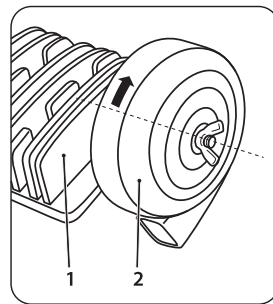
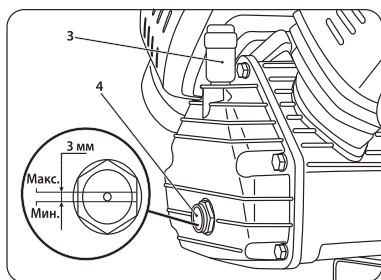

рис. 5
рис. 6
Верните воздушный фильтр (2) в отверстие головки блока цилиндра (1) (рис. 5).
Открутите пробку картера (1) (рис. 5) и заправьте масло до максимального уровня (до красной отметки) в смотровом окне (2) (рис. 6).
После заправки масла установите сапун (3) (рис. 6).